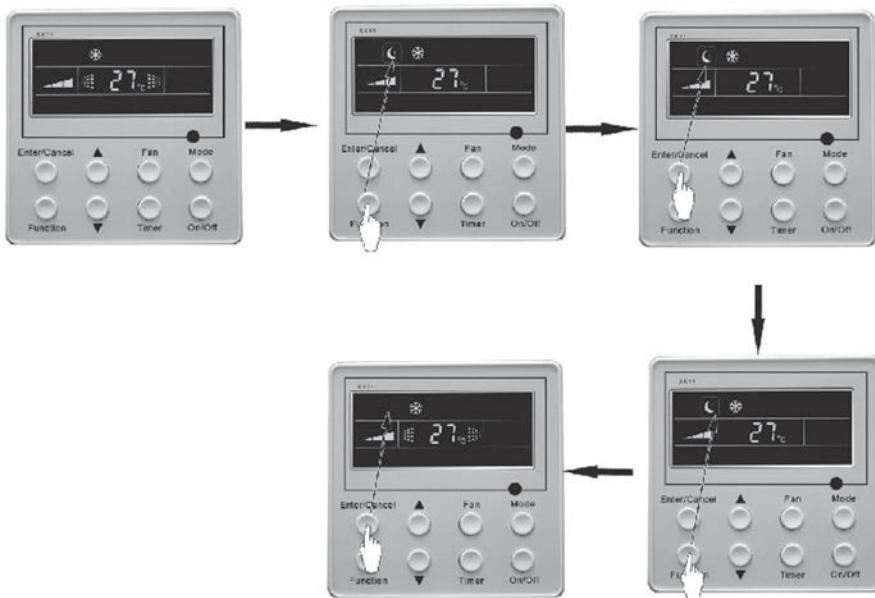

Рис. 5.8
5.2.5.1 Для установки функции Сон (Sleep) необходимо при включенном в работу кондиционере кнопкой **FUNCTION** выбрать функцию **Sleep** и нажать кнопку **ENTER/Cancel**. (Рис. 5.8).